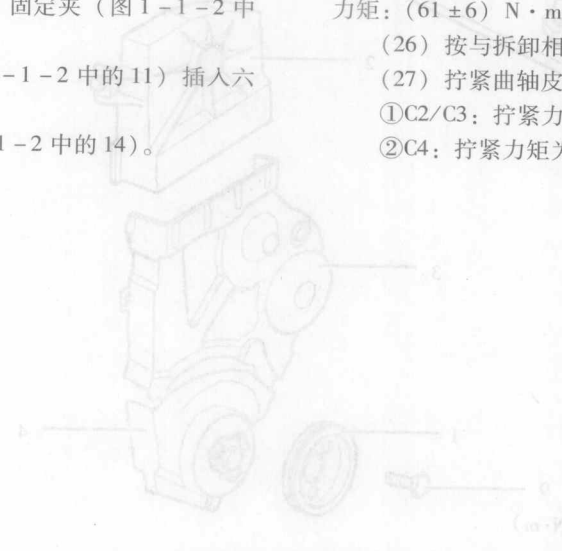

图 1-1-2
注意: 确保张紧轮不随拧紧螺栓 (图 1-1-2 中的 10) 时而转动, 若张紧轮转动, 则重复张紧程序。
(21) 安装右发动机座支架。
(22) 拧紧右发动机座支架螺栓 (图 1-1-2 中的 6), 拧紧力矩: $(45 \pm 4)\text{N} \cdot \text{m}$ 。
(23) 安装右发动机座。
(24) 拧紧右发动机座螺栓 (图 1-1-2 中的 4)。
①C2/C4: 拧紧力矩为 $(60 \pm 6)\text{N} \cdot \text{m}$ (A)。
②C3: 拧紧力矩为 $(45 \pm 4)\text{N} \cdot \text{m}$ (B)。
(25) 拧紧右发动机座螺栓 (图 1-1-2 中的 5), 拧紧力矩: $(61 \pm 6)\text{N} \cdot \text{m}$ 。
(26) 按与拆卸相反的顺序装配其他部件。
(27) 拧紧曲轴皮带轮螺栓 (图 1-1-2 中的 1)。
①C2/C3: 拧紧力矩为 $23 \sim 27\text{N} \cdot \text{m}$ (A)。
②C4: 拧紧力矩为 $19 \sim 31\text{N} \cdot \text{m}$ (B)。